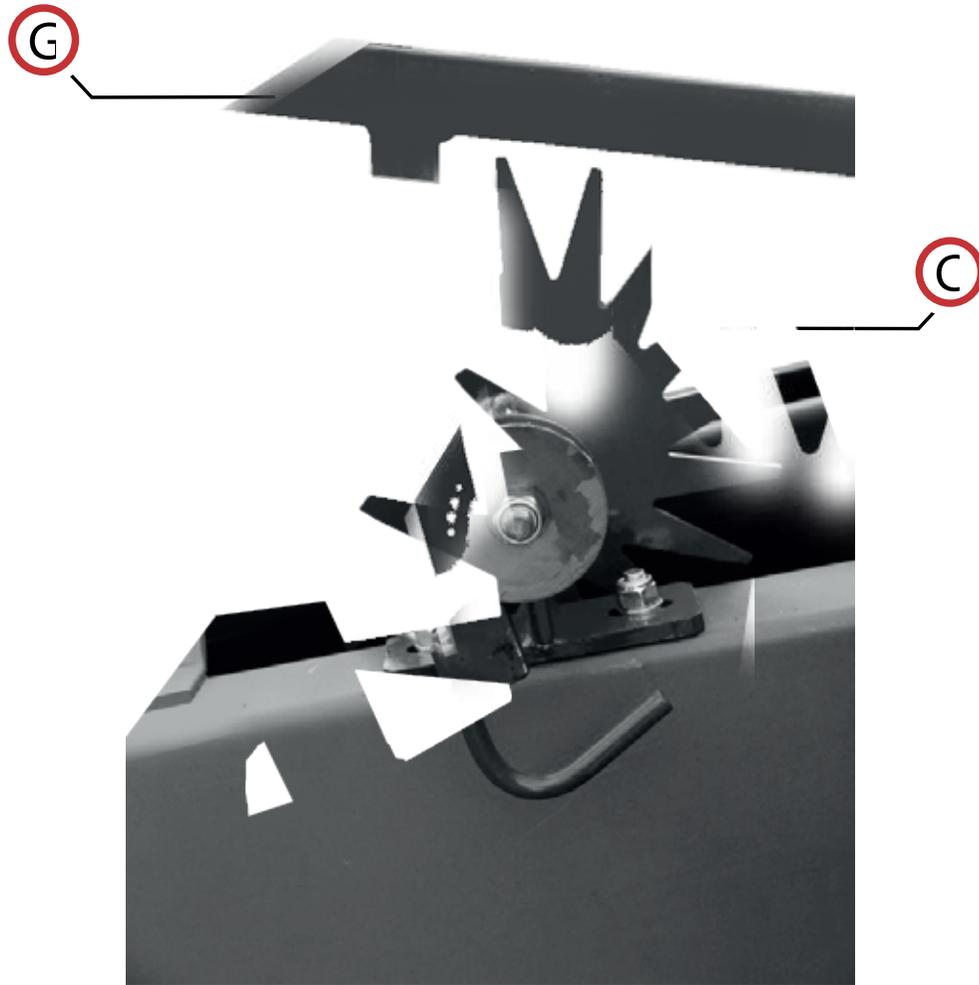
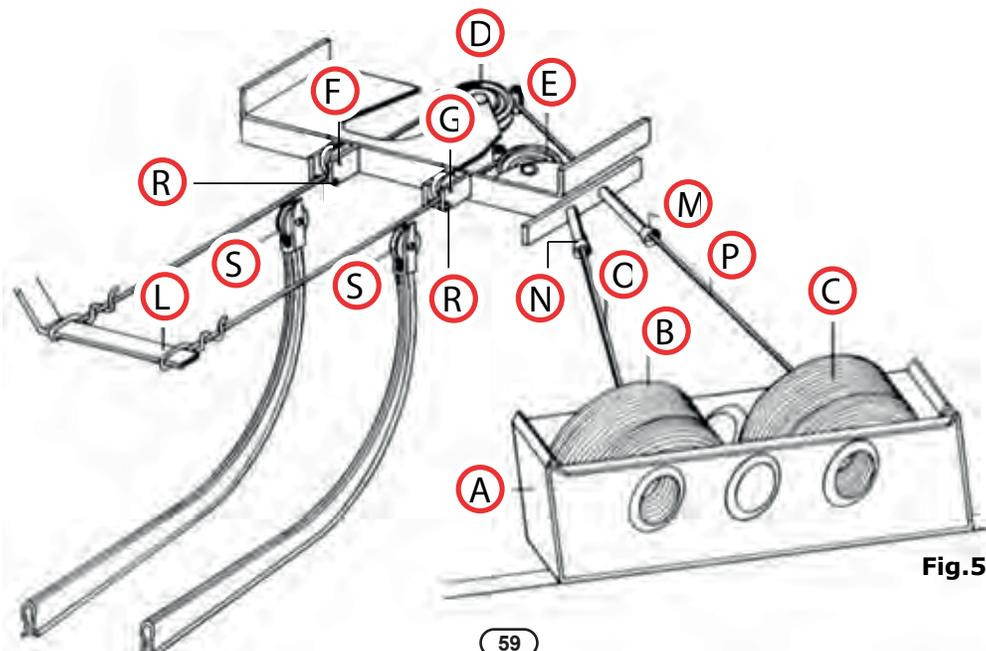

Fig.4
Fig.5
5. COMO SE SUGIERE EN LA FIG. 4:
SIGA TODAS LAS INSTRUCCIONES, TAMBIÉN LAS SUGERIDAS EN LA FIG. 5:
2. Coloque las bobinas dentro de la caja (A) (Fig. 5).
4. Tome el extremo interior de la bobina (P) y colóquelo en la guía del alambre (M), enróllelo alrededor de la polea (D), insértelo entre la polea (F) y el perno (R) y ate el extremo del alambre a la barra (L).
5. Tome el extremo del alambre (O) de la bobina (B) y colóquelo en la guía del alambre (N), enróllelo alrededor de la polea (E), insértelo entre la polea (G) y el perno (R) y ate el extremo a la barra (L).
6. Suelte la palanca del anudador (G) (Fig. 4) y gire el volante manualmente en sentido contrario a las manecillas del reloj hasta que las agujas traigan los alambres al sistema del anudador.
7. Retire los alambres de la barra (L) para que la máquina esté lista para empacar.